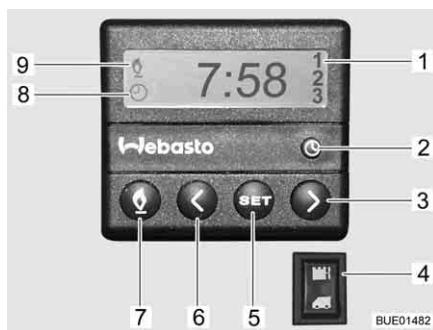

Fig. 149 Centralina di controllo (riscaldamento fisso)
- Premere il tasto (Fig. 149,7). Il funzionamento del riscaldamento viene indicato con il simbolo (Fig. 149,9). La ventola viene inserita solo quando la temperatura dell'acqua di raffreddamento è pari a 30 °C.
- Premere il tasto (Fig. 149,7). Il simbolo (Fig. 149,9) si spegne.
- Premere l'interruttore (Fig. 149,4) in alto. Il motore viene preriscaldato. La ventola viene inserita immediatamente.
- Premere l'interruttore (Fig. 149,4) in basso. Il motore rimane freddo.
- Premere il tasto (Fig. 149,2). L'impostazione dell'ora viene indicata con il simbolo (Fig. 149,8).
- Impostare l'ora con i tasti (Fig. 149,3 e 6).
- Premere il tasto (Fig. 149,5).
- Impostare l'orario di accensione con i tasti (Fig. 149,3 e 6) entro 10 secondi.
- Premere il tasto (Fig. 149,5) fino a che nel display (Fig. 149,1) non appare il numero di programmazione desiderato.